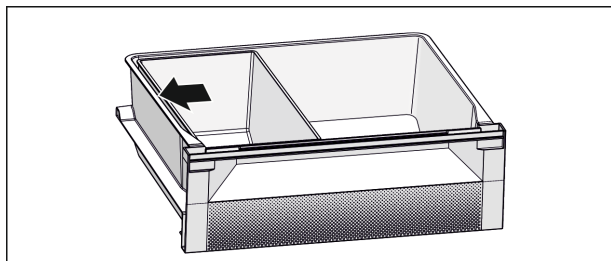

Fig. 7
- ▶ Az optimális hűtési funkcióhoz: A Fish & Seafood-tálcát az ábra szerint helyezze el (lásd Fig. 7).